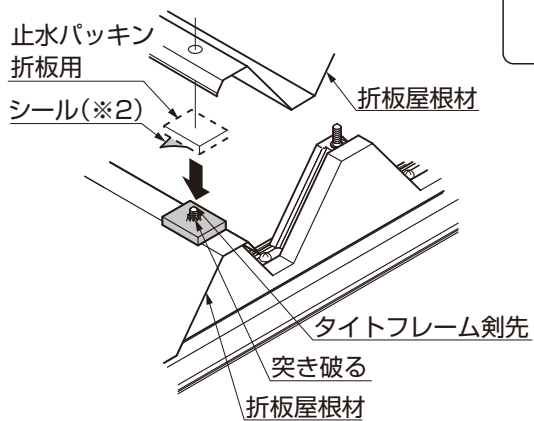
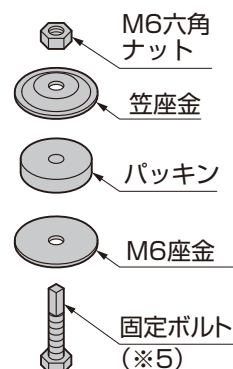
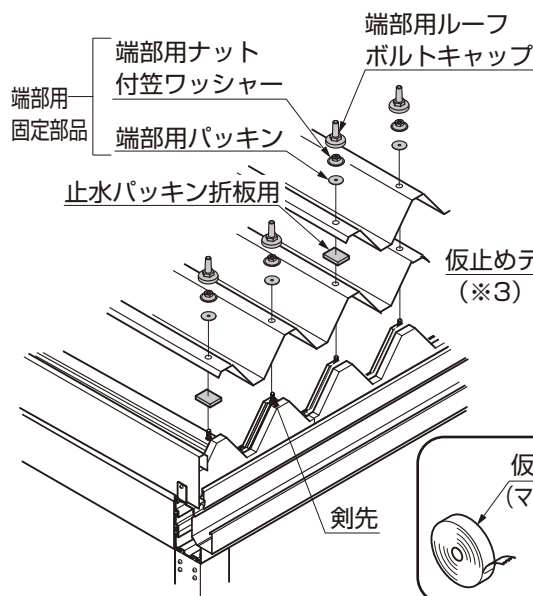
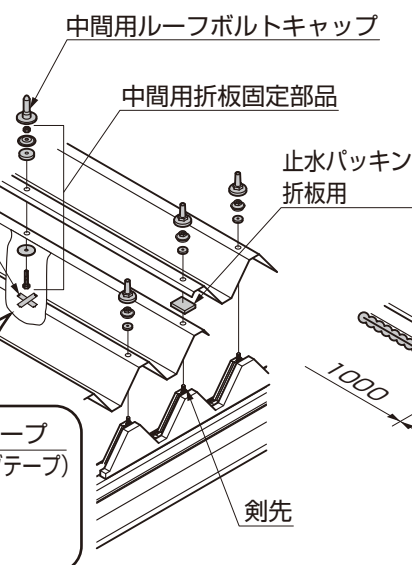

図16-15 止水パッキン
図16-16
図16-17
図16-18
- ②止水パッキン折板用のシール(※2)をはがし、横樋タイトフレームから出ている剣先を突き破って貼付けてください。(図16-15参照)
- ③1枚目の折板屋根材を、正面(シャッター側)のタイトフレームから出ている剣先に、両端部の穴にあわせて載せてください。(図16-17参照)
- ④折板屋根材の中間部の穴に合わせて、横樋梁用の中間部にφ8の穴(※4)をあけてください。
- ⑤折板屋根材の重ね合わせ部の両端部に、剣先を突き破って止水パッキン折板用を貼りつけてください。その後2枚目以降の折板屋根材を載せてください。(図16-15、図16-17、図16-18参照)
- ⑥折板屋根材の両端部を、端部用固定金具で組付けてください。(図16-15、図16-16参照)
- ⑦折板屋根材の中間部の下から、中間用折板固定部品の固定ボルト(※5)を差込んでください。(図16-16参照)
- ⑧中間用折板固定部品の部品すべてを締め付けたのち、仮止めテープをはがしてください。(図16-16参照)
- ⑨水下側と水上側の折板屋根材の接合部分にシーリングしてください。(図16-17参照)